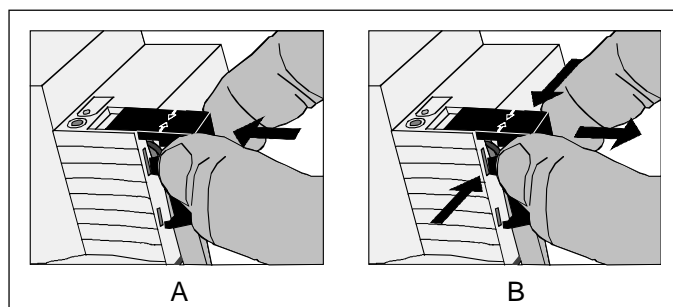

Fig. 2: Abdeckkappe anbringen / entfernen
- Abdeckkappe anbringen: Die Abdeckkappe wird über die Busklemme geschoben (vgl. Fig. 2.A), bis sie spürbar einrastet.
- Abdeckkappe entfernen: Die Abdeckkappe wird entfernt, indem sie seitlich leicht eingedrückt und nach vorne abgezogen wird (vgl. Fig. 2.B).